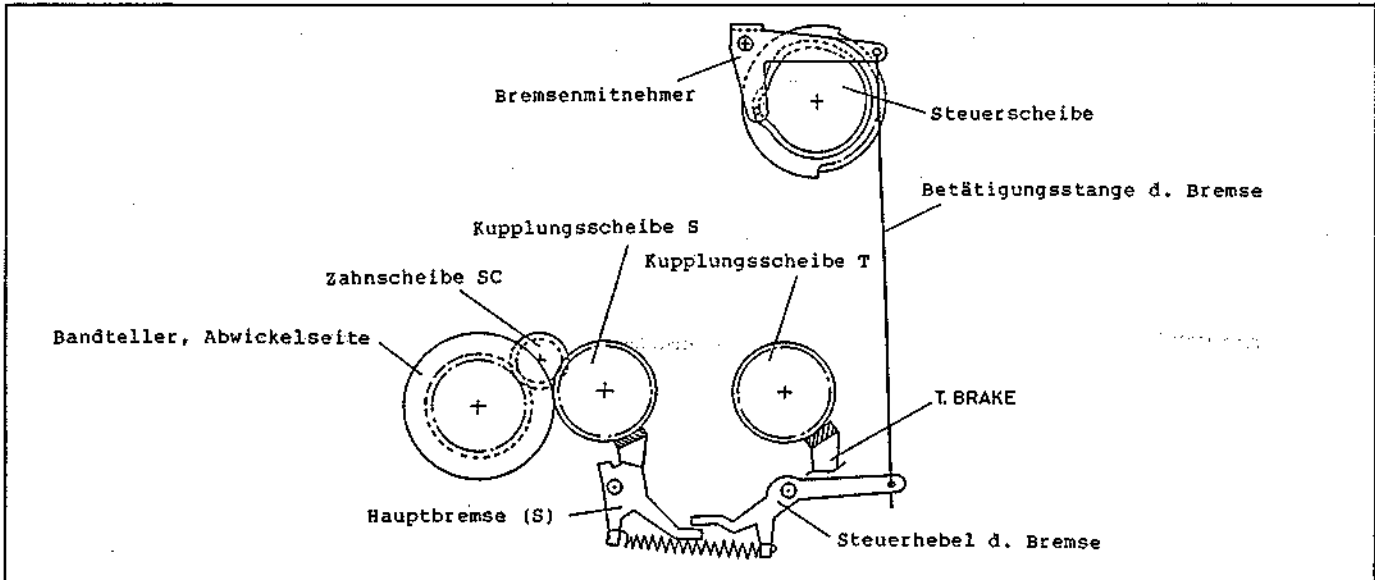

Fig. 7-10 Main Brake Drive Mechanism
Dieser Schalter schaltet den Kassettenlademotor entsprechend der gegenwärtigen Betriebsart ein oder aus. Er hat gemäß der Abb. 7.10 sieben Kontaktpunkte und ist normalerweise auf die dritte Position gestellt.
(6) Steuermechanismus für die Hauptbremse (Abb. 7.10)
Abbildung 7.10 stellt den Betätigungsmechanismus für die Hauptbremse dar. Die äußere Nut in der Oberseite der Steuerscheibe ist mit dem Bremsenmitnehmer verbunden. Das eine Ende der Bremsensteuerstange ist mit dem Mitnehmer, das andere mit der Bohrung im Steuerarm der Bremse verbunden. Wenn sich die Steuerscheibe dreht und der